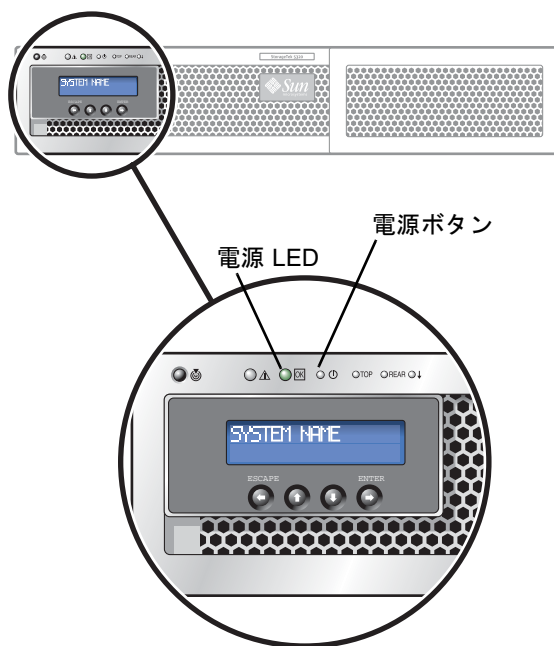

図 3-12 電源ボタンおよびフロントパネルの詳細
7. ペン先や同様の道具を使用して、埋め込み式の電源ボタンを押します (図 3-12)。